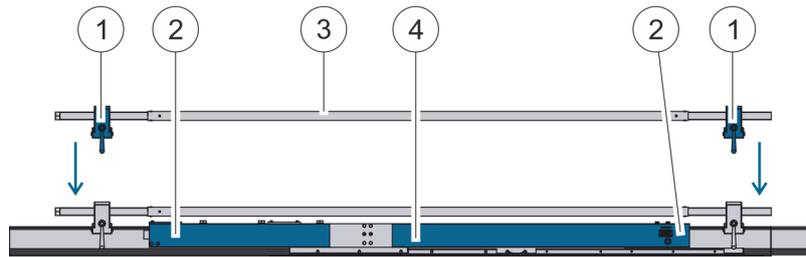

Abb. 8: Einstellspindel montieren
4. ➤ Einstellspindel (Abb. 8/3) auf die TracFeed® OSS Dilatation (Abb. 8/4) montieren. Dabei darauf achten, dass die Klemmkörper (Abb. 8/1) fest jeweils vor und nach dem Rechteckprofil (Abb. 8/2) sitzen.